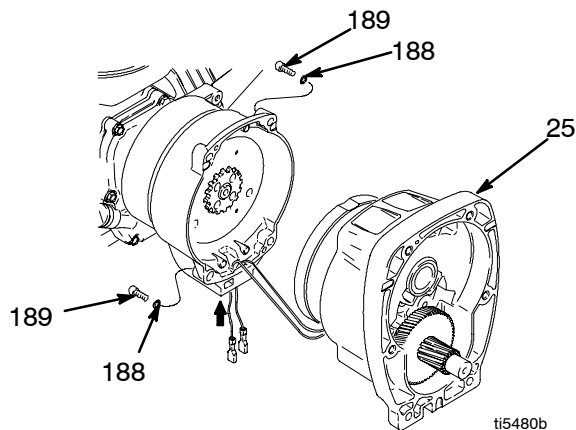
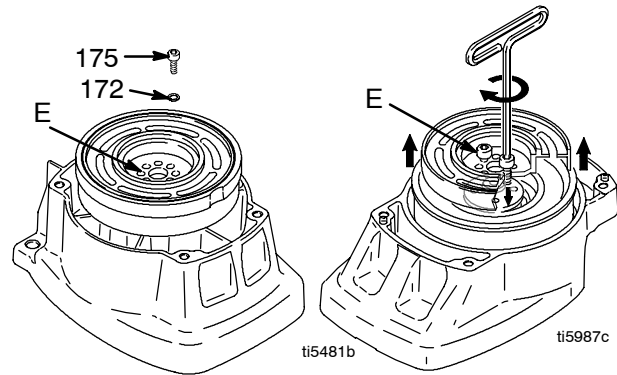
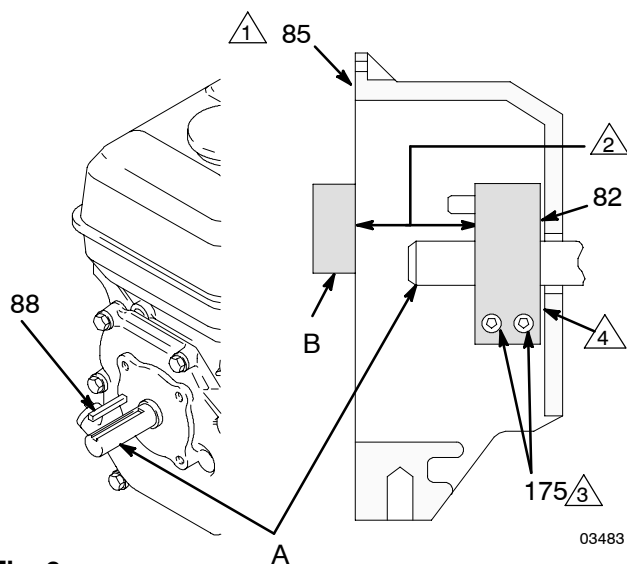

Fig. 4
Fig. 5
Fig. 9
4. Fig. 4. Saque los cuatro tornillos (189) y las arandelas de seguridad (188) y el conjunto del piñón (25).
5. Fig. 5. Coloque el conjunto del piñón (25) en el banco, con el lado del rotor hacia arriba.
6. Retire los cuatro tornillos (170) y las arandelas de seguridad (172). Coloque dos tornillos en los orificios roscados (E) del rotor. Apriete, alternativamente, los tornillos hasta que salga el rotor.
4. Fig. 9. Afloje los dos tornillos (175) de la abrazadera (82).
5. Introduzca el destornillador en la ranura de la abrazadera (82) y saque ésta.
1. Fig. 9. Instale la chaveta del eje del motor (88).
2. Golpee ligeramente la abrazadera (82) con un martillo de plástico para colocarla en el eje del motor (A). Mantenga la distancia mostrada en la nota 2. El lado biselado debe quedar dirigido hacia el motor.
9. Fig. 5. Coloque el conjunto del piñón en el banco con el lado del rotor hacia arriba.
10. Aplique locktite a los tornillos. Instale los cuatro tornillos (170) y las arandelas de seguridad (172). Apriete, alternativamente, los tornillos a un par de 125 in-lb hasta que el rotor esté firmemente colocado. Utilice los orificios roscados para sujetar el rotor.
11. Fig. 4. Instale el conjunto del piñón (25) con los cinco tornillos (189) y las arandelas de seguridad (188).